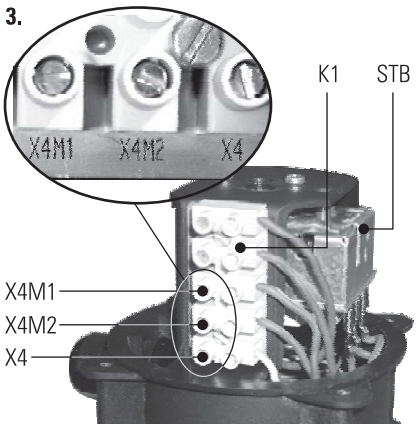
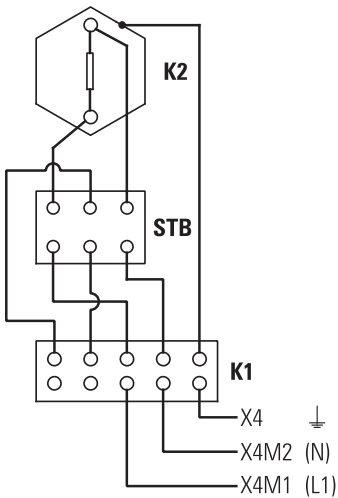

Figura 4-20 Struttura interna del booster-heater (EHS)
Figura 4-21 Schema dei collegamenti EHS/500/7
- Controllare la posizione del **limitatore di temperatura di sicurezza (LTS)** (Figura 4-20), eventualmente premere il perno per sbloccarlo.
- Collegare il cablaggio** (Figura 4-20) alla morsettiera a listello "K1" nel booster-heater (EHS) come riportato nella schema dei collegamenti (Figura 4-21).